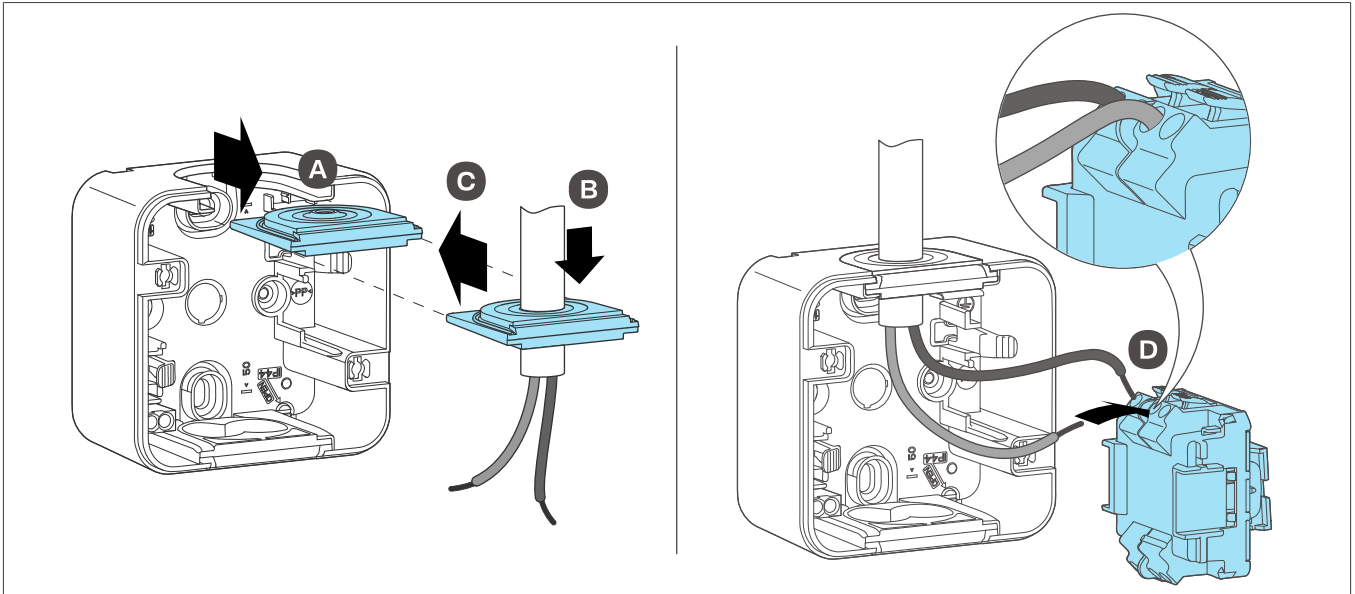

Bild 9: Leitungseinführung (links) / Einsatz verdrahten (rechts)
- 1 Je nach verlegter Zuleitung die Leitungseinführung (6) oben/unten aus dem Gehäuse-Unterteil nehmen **A** (Bild 9, links).
- 2 Zuleitung durch die Leitungseinführung schieben **B** und die Leitungseinführung wieder ins Gehäuse-Unterteil stecken **C** (Bild 9, links).
- 3 Phase und Lastleitung mit Einsatz (4) verdrahten **D** (Bild 9, rechts).